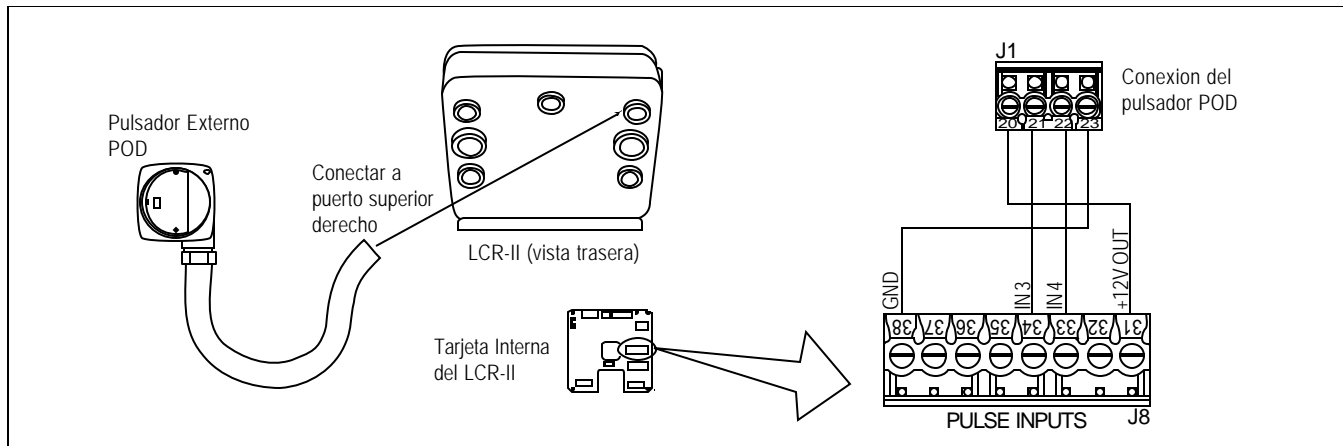

Figura 3.2 Cableado del POD
- 9- Pase los cables a través del conduit y conecte el conduit a la válvula solenoide y al registro en el puerto superior derecho. Después conecte el cable como se muestra en la figura 3.2.